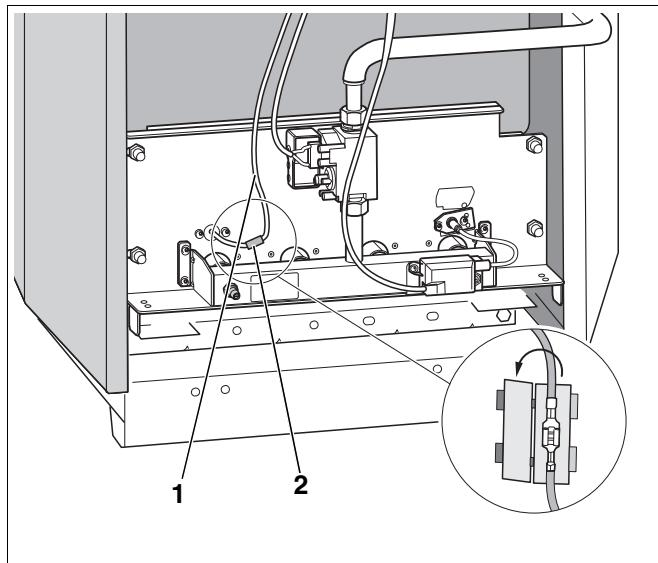

Рис. 29 Удаление контактного предохранителя
- Удалить контактный предохранитель (рис. 29, **поз. 2**) на контролльном кабеле (рис. 29, **поз. 1**) и вынуть штекер.